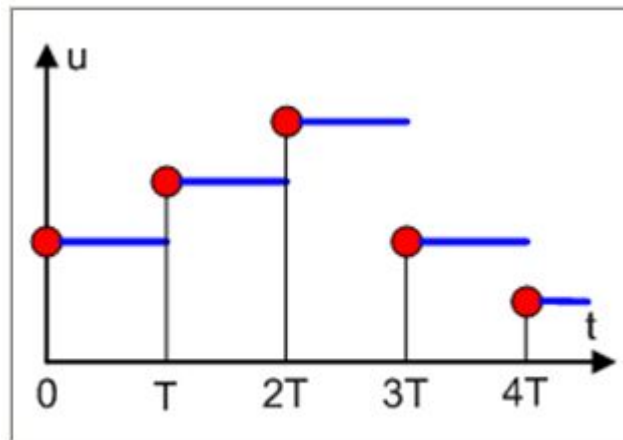

Рис. 11.
- Для этой цели используется экстраполятор — устройство, преобразующее сигналы, дискретные по времени, в непрерывные. Наиболее часто применяются в МПС экстраполяторы нулевого порядка, заполняющие интервал постоянным значением (рис. 11):